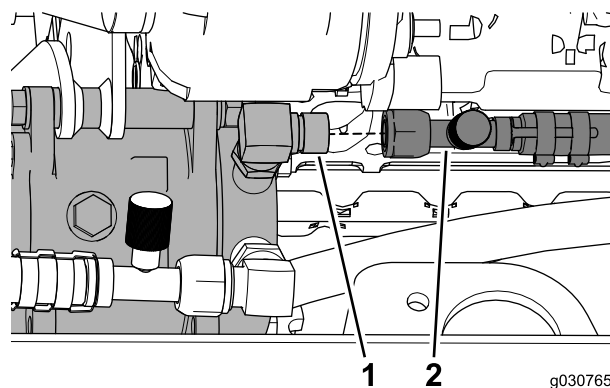

Figura 43
3. Collegate il flessibile di alta pressione dell'aria condizionata (3/4 poll.) dalla cabina al raccordo ad angolo retto (3/4 poll.), come illustrato nella Figura 43.